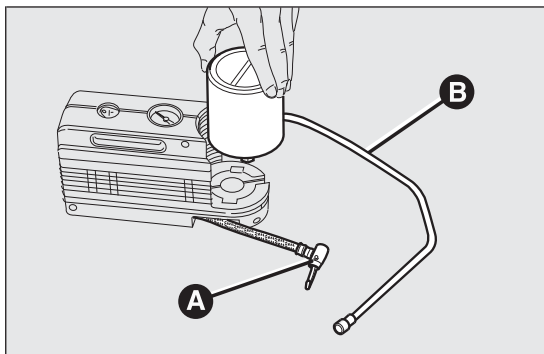

fig. 108
- ☐ desacoplar el acoplamiento A fig. 108;
- ☐ conectar a la botella el acoplamiento A e introducir el tubo transparente B fig. 108 en el compartimento correspondiente.